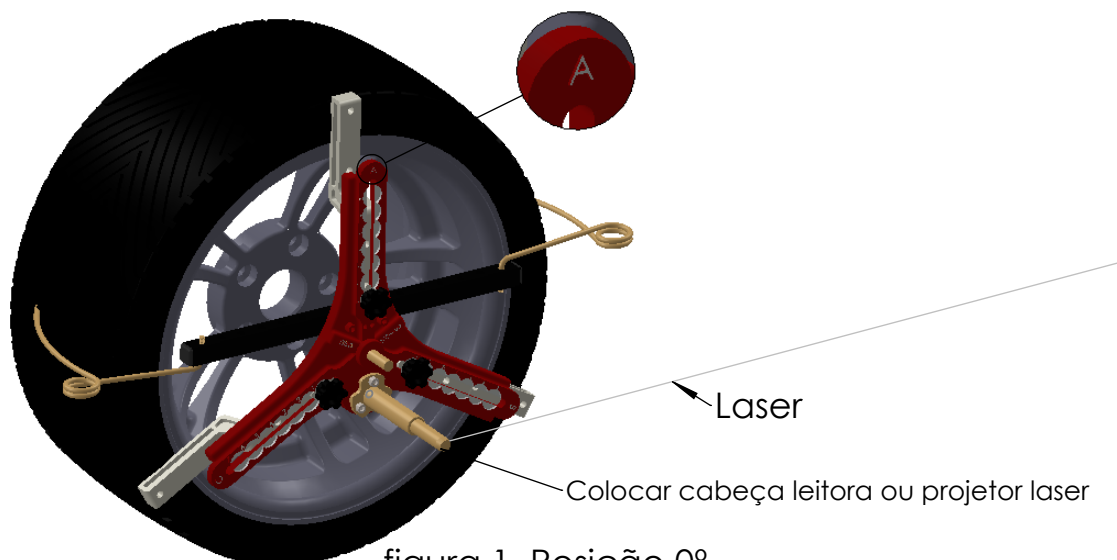

figura 1. Posição  $0^\circ$
02. Posicione a garra em  $0^\circ$  conforme a figura 1. Coloque a cabeça leitora e projete o ponto laser no zero da escala conforme a figura 2. (este ponto pode ser qualquer número, pois tem a função apenas de servir como referência para a calibração)